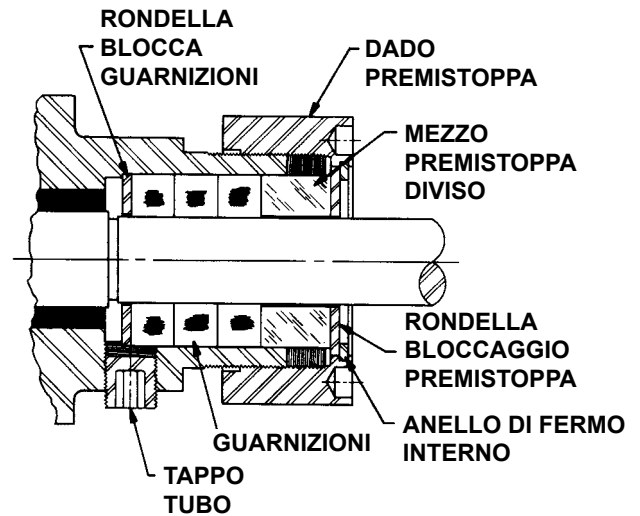

FIGURA 4
6. **REMANENTI PROCEDURE DI SMONTAGGIO** per le pompe con guarnizione a treccia serie 724. (Vedere Figura 4). Rimuovere il dado del premistoppa, la rondella di fermo del premistoppa e le due metà del premistoppa. L'anello di fermo interno non deve essere rimosso in questo punto. Per rimuovere il rotore e l'albero, spingere o picchiare con un martello di gomma nella direzione della testa. La guarnizione e la rondella blocca guarnizione possono essere ora rimossi.